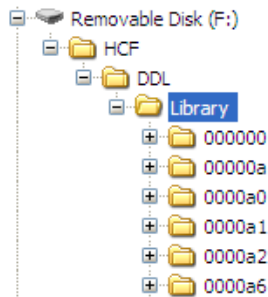

図 2-14: HART® デバイスライブラリのフォルダ構造
2. HCF フォルダが USB フラッシュドライブのルートディレクトリにあることを確認します。USB フラッシュドライブに必要なディレクトリ構造を図 2-14 に示します。
3. HCF フォルダを DPI 620 Genii USB フラッシュメモリーデバイスのルートディレクトリにコピーします。DPI 620 Genii USB フラッシュメモリーデバイスに必要なディレクトリ構造を図 2-14 に示します。